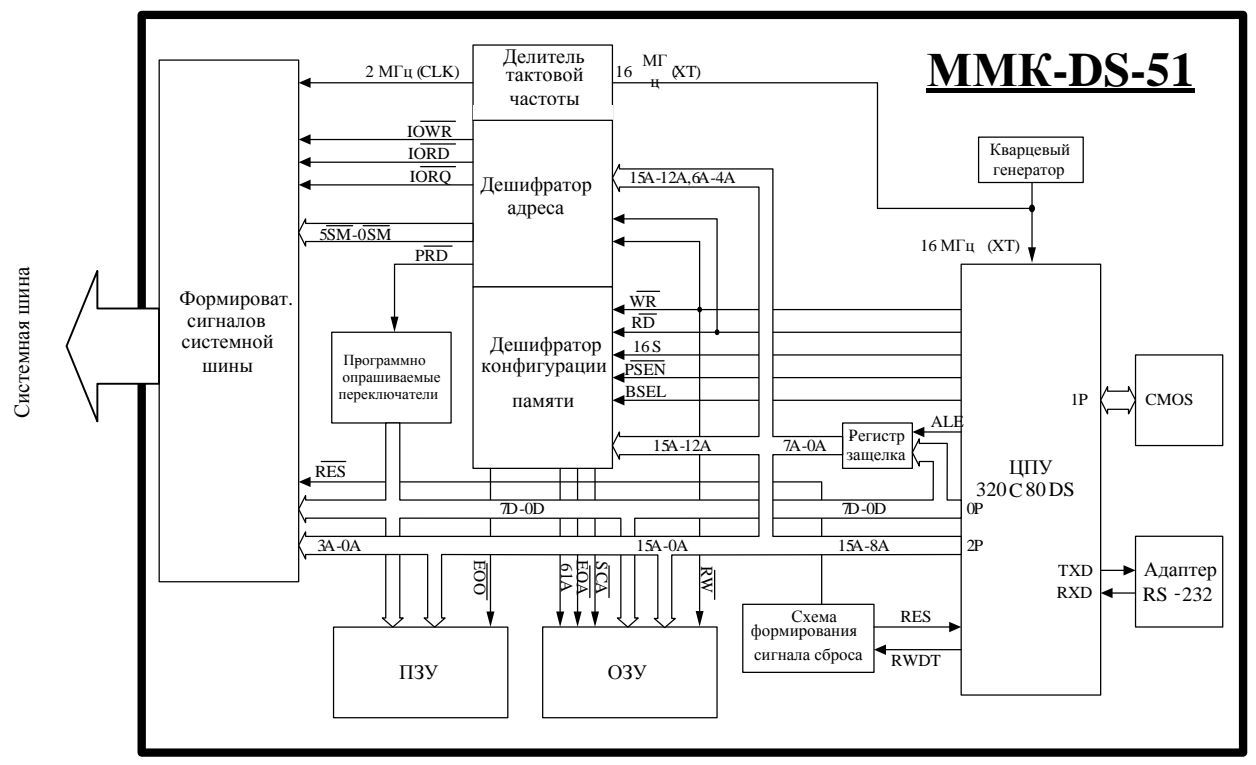

Рисунок 3.4 Модуль микроконтроллера
16. Назовите назначение следующих элементов ММК (рисунок 3.4): ЦПУ; ПЗУ; ОЗУ; Схема формирования сигнала сброса; Адресный дешифратор; Системная шина.